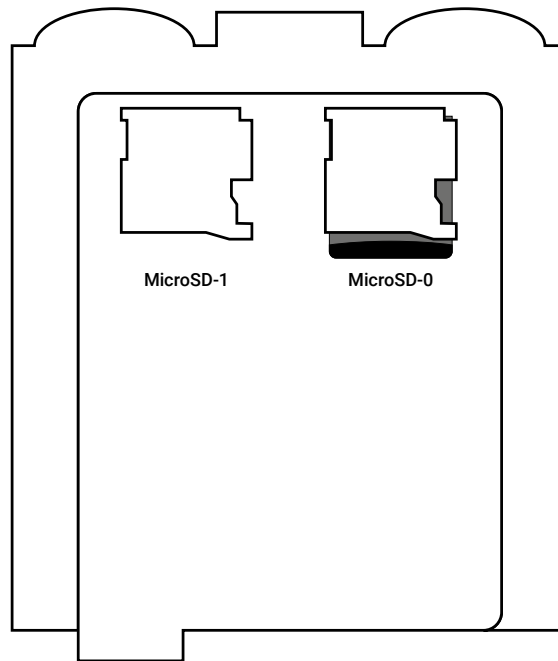

Рисунок 3. Плата прибора
3. Если предполагается работа в сети VPN или требуется изменение настройки работы COM-портов, установите карту памяти microSD в разъем MicroSD-1, расположенный на плате прибора (см. рисунок 3).
8. Для работы в VPN-сети поместите файл «vpn.json»⁴ с настройками подключения на внешний носитель, устанавливаемый в разъем MicroSD-1 (см. рисунок 3). Описание файла «vpn.json» приведено в руководстве по эксплуатации.⁵
Для ручной настройки сетевых параметров (IP-адрес, шлюз, маска, DNS) необходимо поместить файл «network.json»⁹ на внешний накопитель, устанавливаемый в разъем MicroSD-1 (см. рисунок 3). Перед этим откройте файл любым текстовым редактором (например, Notepad) и введите параметры в соответствии с конфигурацией вашей сети. При необходимости уточняйте параметры сети у вашего системного администратора.
Для изменения порта подключения, а также скорости COM-порта необходимо поместить файл «MOST_RS232.json»¹⁰ на внешний накопитель, устанавливаемый в разъем MicroSD-1 (см. рисунок 3). Перед этим откройте файл любым текстовым редактором (например, Notepad) и измените для необходимого порта номер (параметр «tcp_port»), а также скорость (параметр «modem_speed»).